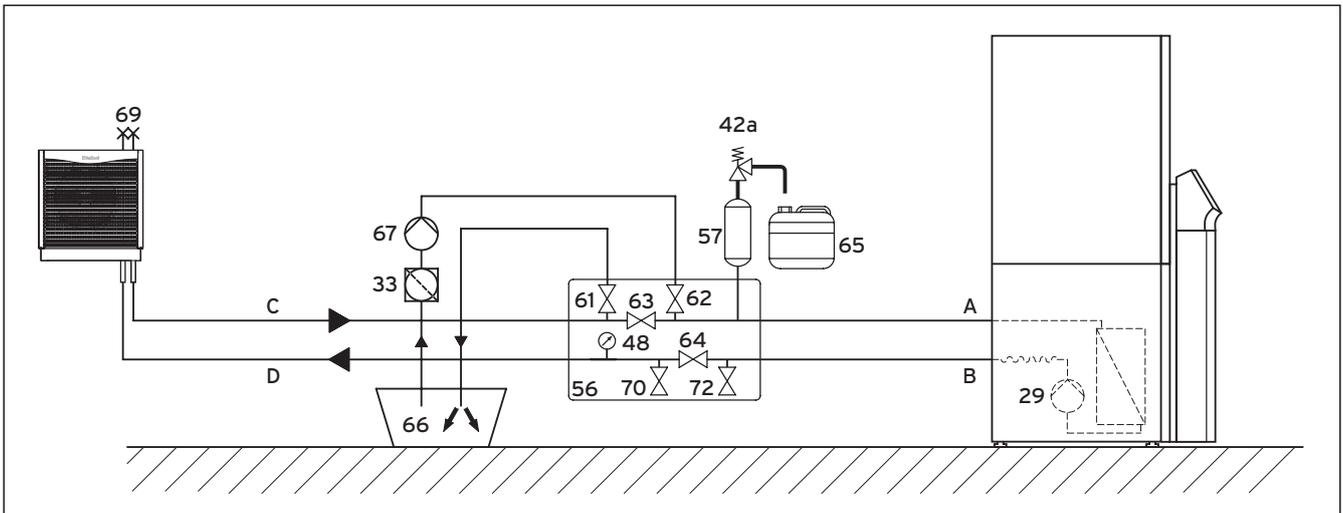

Abb. 6.4 Solekreis mit einer Außeneinheit und Wärmepumpen-Solebefüllstation
Legende zu Abb. 6.4
- Öffnen Sie die Entlüftungsventile (69) der Außeneinheit(en).
- Starten Sie die Befüllpumpe (67), um den Solekreis zu befüllen.
- Lassen Sie die Befüllpumpe (67) laufen.
- Schließen Sie die Entlüftungsventile der Außeneinheit(en), sobald Soleflüssigkeit aus den Entlüftungsventilen (69) austritt.
- Öffnen Sie ggf. alle weiteren Absperrventile, die in → **Abb. 6.4** nicht gezeigt sind.
- Öffnen und Schließen Sie die Entlüftungsventile (69) der Außeneinheit(en) in Zeitintervallen von 5 Minuten immer wieder kurzzeitig so lange, bis keine Luft mehr austritt.
- Öffnen Sie das Absperrventil (63), damit die Luft zwischen in der Rohrleitung zwischen den Absperrventilen (61) und (62) entweichen kann.
- Schließen Sie das Absperrventil (61).